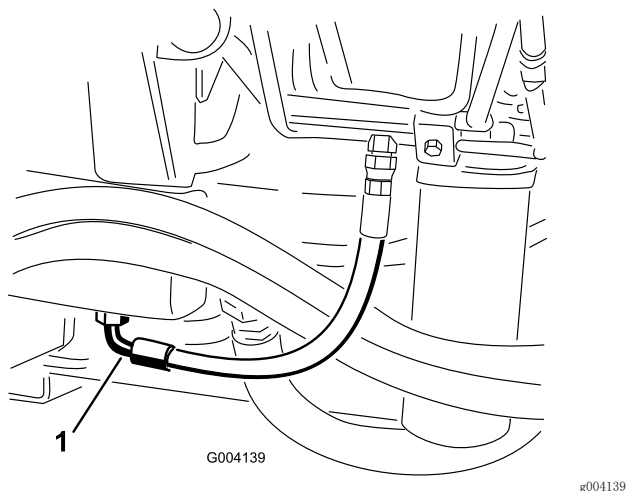

图69
2. 在液压油箱底部安装的接头下面放置一个大放油盘（图69）。